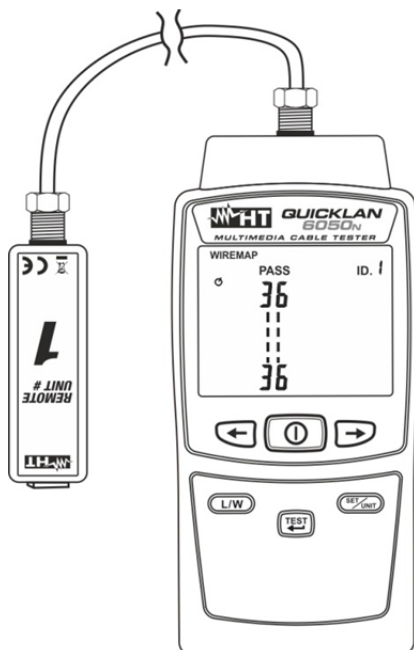

Fig. 12: Ligação do instrumento ao cabo COAX com conector F
3. Conectar as extremidades do cabo em teste ao conector COAX de entrada do instrumento (ver Fig. 1 – parte 9) e à unidade remota #1 (ver Fig. 12)